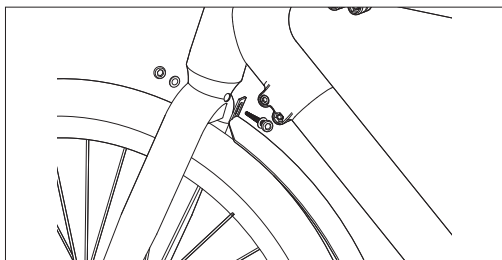

Figura 5-1
- Dopo aver allineato il parafango con il foro della vite, serrare nuovamente le viti di montaggio per fissarlo sulla forcella anteriore, come mostrato in **Figura 5-1**.